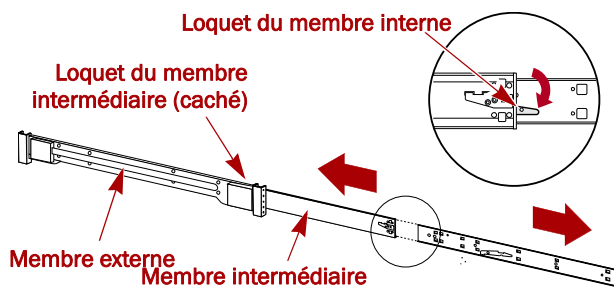

Figure 2. Système de verrouillage du rail interne
2. Détachez le **rail interne** (Figure 2) du kit de montage des rails :